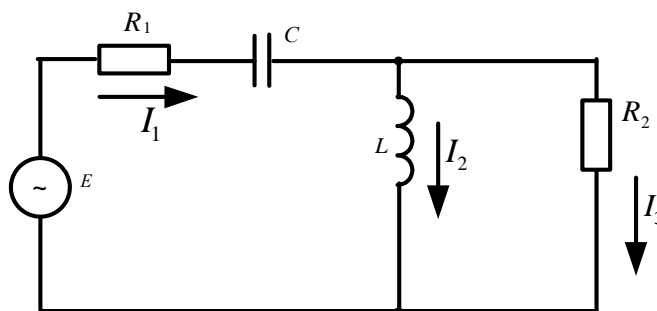

Рисунок 56
**Задача 55.** В схеме (рис.56)  $R_1=10\text{Ом}$ ;  $R_2=10\text{Ом}$ ;  $C=159\text{мкФ}$ ;  $L=31,8\text{мГн}$ ;  $E=100\text{В}$ ;  $f=50\text{Гц}$ . Рассчитать токи используя метод преобразования пассивных схем, а так же методом контурных токов. Сравнить полученные результаты. Проверить баланс активной и реактивной мощности. Построить векторную диаграмму токов и напряжений